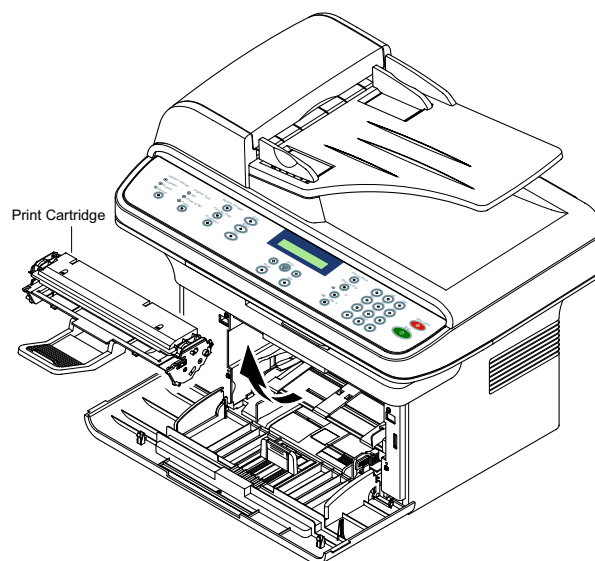

Рисунок 2
2. Снимите тонер-картридж, рисунок 2.